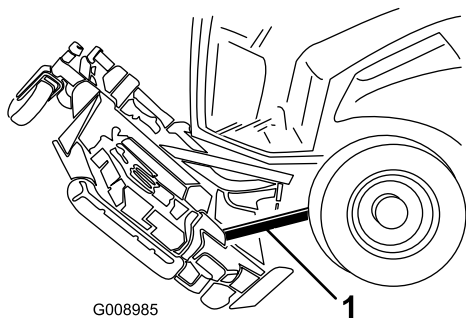

Рисунок 138
- Поместите упорный деревянный брусок между задней частью деки и машиной (Рисунок 138).